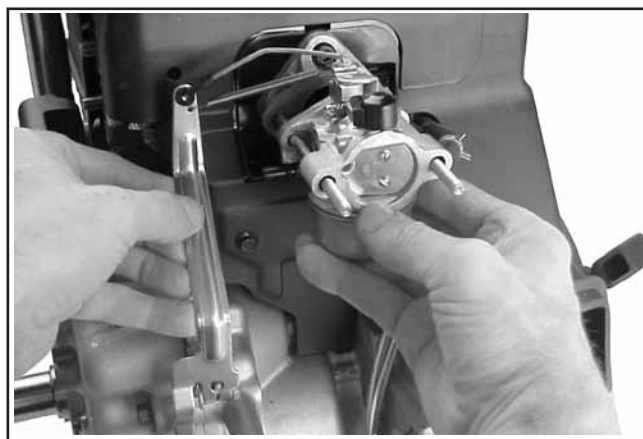

Figure 11-53. Installation du carburateur et des composants externes du régulateur.
3. Assembler et connecter le coussinet de pivot, la tringle d'accélérateur, la tringle avec ressort et le levier du régulateur au carburateur, s'ils sont démontés/débranchés. Installer le carburateur avec le levier du régulateur et la tringle connectés sur les goujons d'admission et l'arbre intermédiaire du régulateur. Connecter l'extrémité libre de la canalisation de carburant en caoutchouc au raccord d'admission du carburateur au moment de l'installation. Fixer la connexion avec le collier de serrage restant. Voir la figure 11-53.